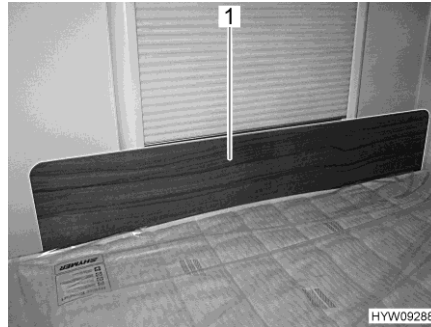

Bild 117 Skyddsplåt/fallskydd
- Sätt dit skyddsplåten (Bild 117,1) framför fönstret mellan madrassen och fönsterramen. Klämverkan på madrassen som håller fast skyddsplåten i dess position framför fönsterramen.